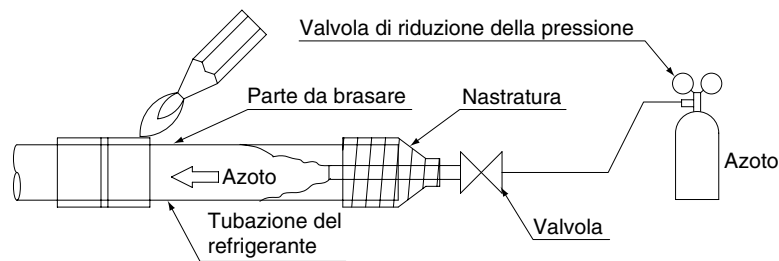

Fig. 5
- Durante la brasatura delle tubazioni del refrigerante, iniziare a lavorare dopo aver sostituito l'azoto (*1) o eseguire la brasatura mentre l'azoto sta circolando nelle tubazioni del refrigerante (*2) (**Fare riferimento alla Fig. 5**); infine collegare l'unità interna e l'unità BS utilizzando le connessioni svasate o a flangia.